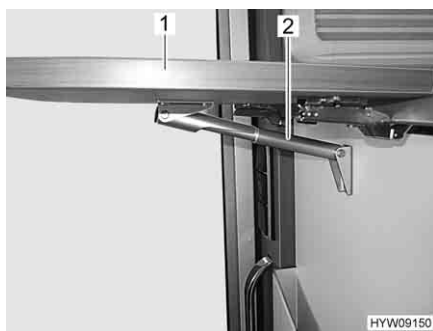

Fig. 91 Tavolo ribaltabile su bancone
- Afferrare la parte inferiore del tavolo ribaltabile su bancone (Fig. 91,1) e ribaltarlo verso l'alto.
- Orientare il piano del tavolo verso l'alto, fino all'aggancio dell'elemento di fissaggio del supporto telescopico (Fig. 91,2). Rilasciare il piano del tavolo.